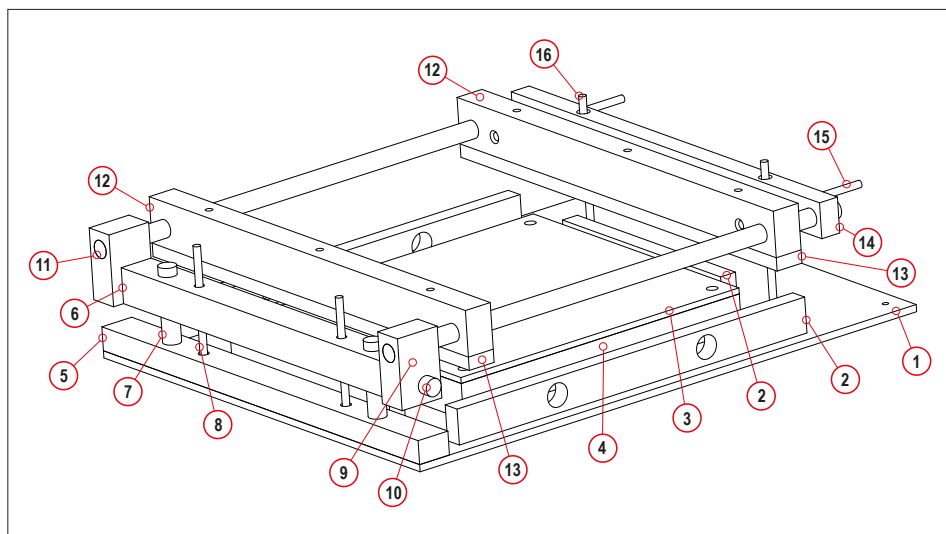

Figure 1. Vue isométrique du cadre de serrage.
C'est sur la vue isométrique par l'arrière (**fig. 1**) qu'il est le plus facile d'identifier les différentes pièces. Les quatre barres de positionnement (2) sont fixées sur la plaque de base (1). Elles comportent des perçages dans lesquels seront taraudés en fin de montage des filetages pour les vis d'avance ou